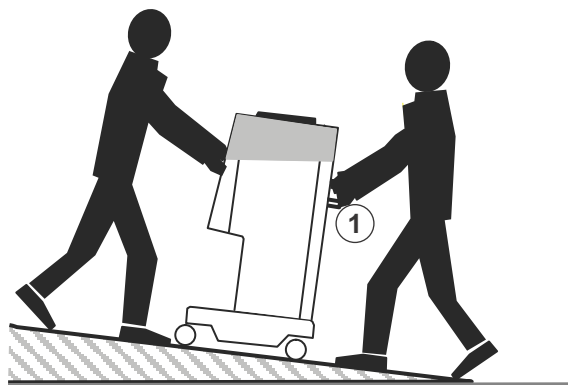

Fig. 3-1 Spostamento dell'apparecchiatura lungo scale o piani inclinati (due persone)
2. Per spostare l'apparecchiatura, afferrarla dalle maniglie sul retro (Fig. 3-1 , ①).